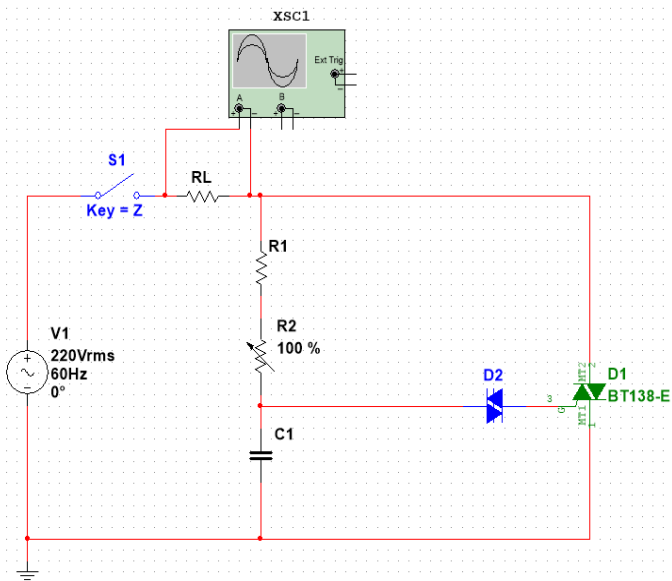

Figura 4a
8. Implemente el circuito de la Figura 4a y mida el ángulo de disparo mínimo y máximo en la carga RL con el osciloscopio usando el aislador de tierra. Además, calcule la potencia y complete la Tabla 2